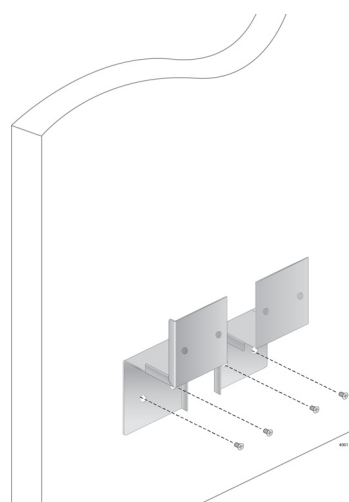

Рисунок 15. Крепление винтами через отверстия
6. Приложите кронштейны к стене и закрепите винтами, пропустив их через отверстия в кронштейнах. См. рис. 15.